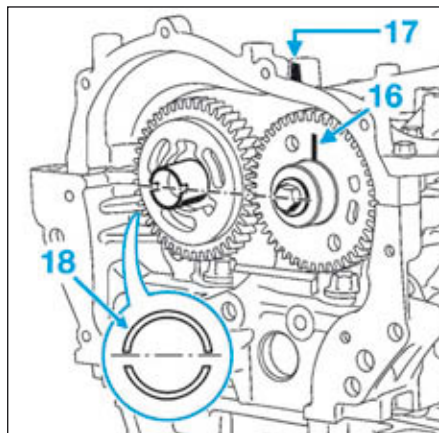

FIG.95
- Vérifier que (Fig.95) :
- le repère (16) du pignon de rattrapage de jeu est en face du bossage (17) du couvre-culasse.
- la rainure de l'arbre à cames côté échappement est à l'horizontale (grand déport (18) vers haut).